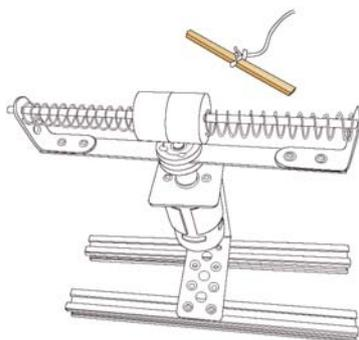

図 1
(1) DC モーターから課題 1-1 で装着したロックナット上とすべての CD， およびプラスチックワッシャを取り外す。続いてロックナット下の上から回転台の中央の穴をコネクティングロッドに通して装着し， その上からロックナット上を締めて固定する。図 1 の様に回転台をロックナット上下で挟んで固定した形になる。